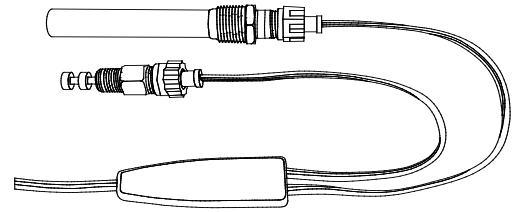

图 11。防风雨机油加热器和恒温器具有可用的更换件，其中包括直接线和 Y 形接线。
防风雨加热器（带前缀“OW-”）如图 11 所示，具有以下可用更换件（分开出售）：
- Y 形接线（带恒温器）见图 11。